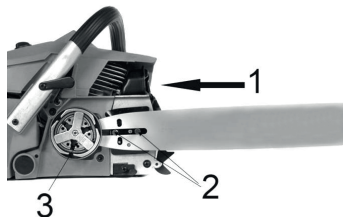

Рисунок 3
- Установите пазовую часть пильной шины (1) на шинные болты (2). Передвигайте шину за муфту сцепления (3) до тех пор, пока она не остановится (Рис. 3).